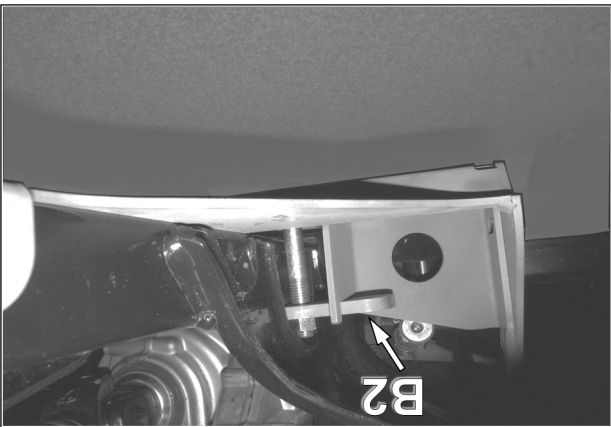

Fig. 5
4. Positionner le couveret de fixation (B2) dans l'ouverture au-dessus des tubes du châssis. Voir la Fig. 5